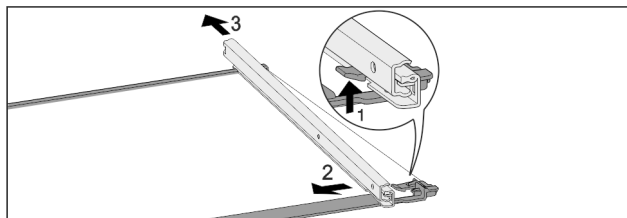

Fig. 127 Стеклянная пластина с направляющими
- ▶ Отожмите передний стопорный крючок вверх. Fig. 127 (1)
- ▶ Сдвиньте выдвижную направляющую в сторону Fig. 127 (2) и назад Fig. 127 (3).